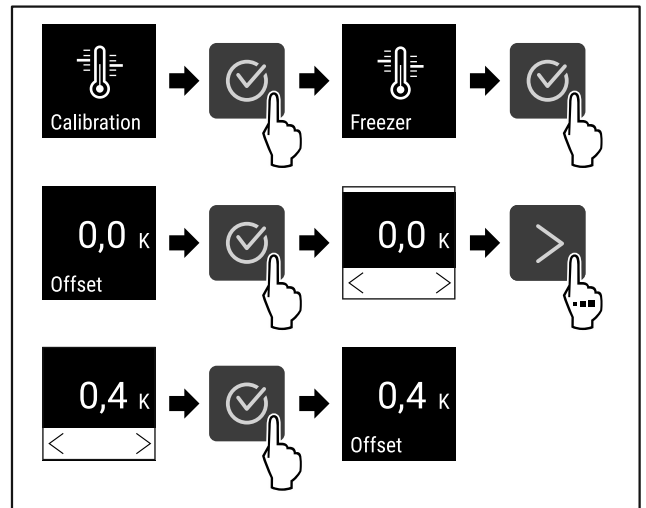

Fig. 96
- ▶ Εκτελέστε τα βήματα ενεργειών (βλέπε Fig. 96) .